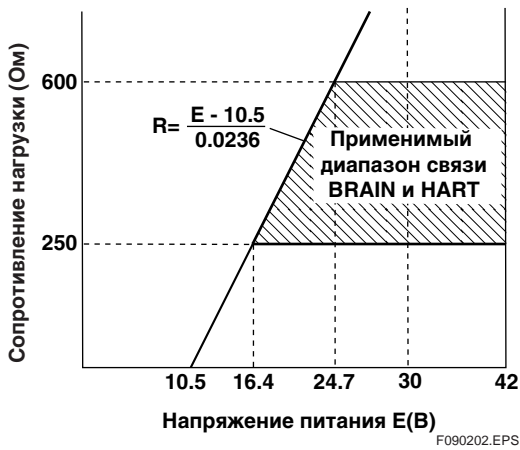

Рисунок 9.2.2 Соотношение между напряжением питания и сопротивлением нагрузки
**Сопротивление нагрузки:** 250-600 Ом (включая сопр. кабеля). См. рис.9.2.2.
См. рис.9.2.2.